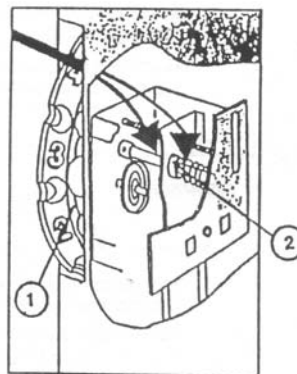

Fig. 15
**NOTA°:** Con l'uso, la rotella di comando del termostato 1 può indurirsi. Lubrificare con grasso la vite di registrazione 2 (grasso grafitato, olio per motori, ecc.) (v. Freccia in Fig. 15).